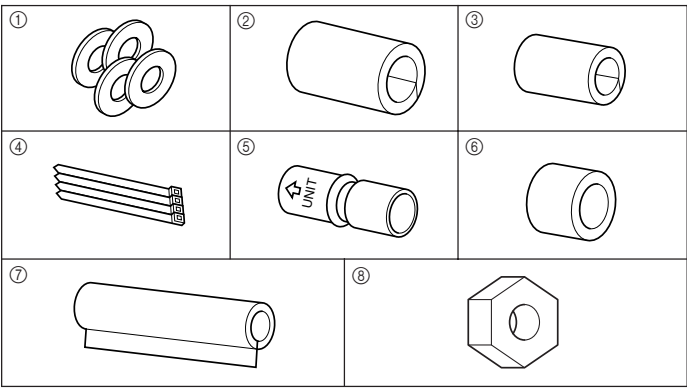

Fig. 3-1
3.1. Controllare gli accessori dell’unità interna (Fig. 3-1)